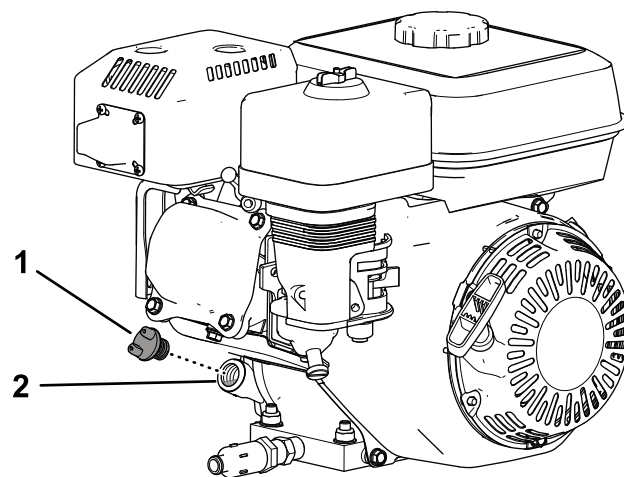

Figura 28
2. Pulite l'area attorno al tappo di riempimento dell'olio (Figura 28).